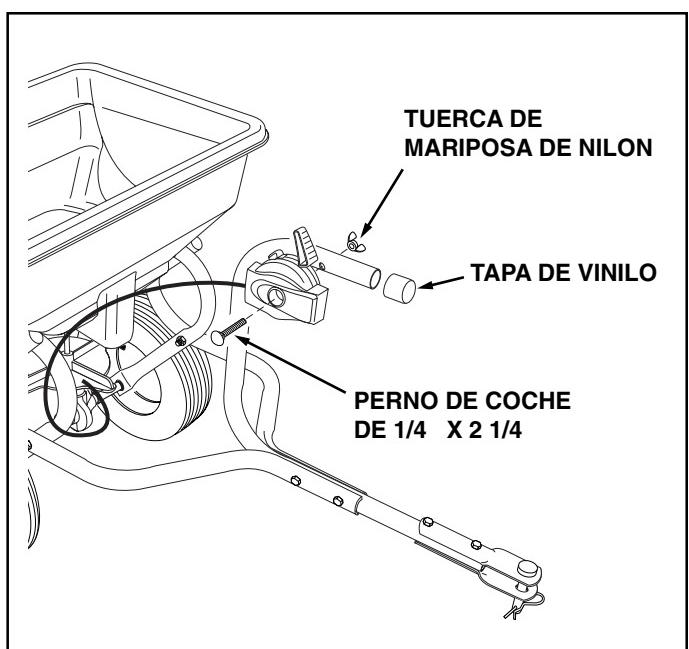

FIGURA 4
- Coloque la tapa de vinilo en el Tubo de Control de Enganche. Vea la Figura 4.
- Fije el Cable de Control en el Tubo de Control de Enganche, usando el perno de coche de 1/4" x 2-1/4" y la tuerca de mariposa de nylon. Vea la Figura 4.